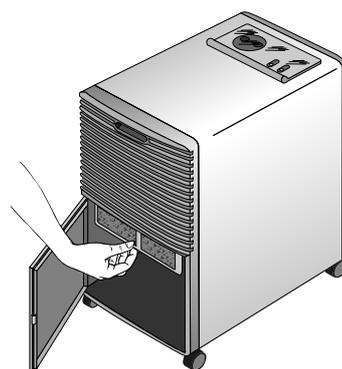

Fig. 5
- Pour ôter ce filtre, ouvrir la porte d'accès au réservoir, extraire le réservoir et extraire le filtre en le tirant vers le bas (fig. 5).